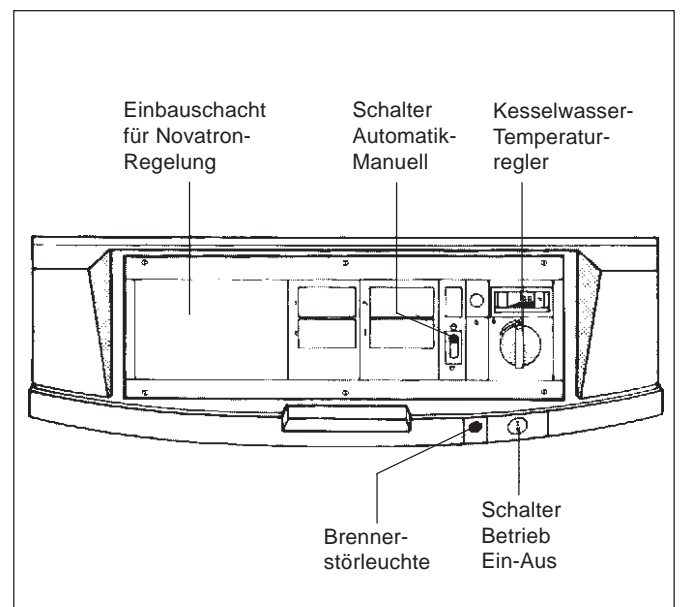

Abb. 17: Regelgerät
- Bei Novatron-Regelung Schalter Automatik-Manuell (Abb. 17) in Stellung Automatik (Uhrensymbol) stellen, ohne Novatron-Regelung in Stellung Manuell (Handsymbol).
- Kesselwasser-Temperaturregler (Abb. 17) auf die gewünschte Temperatur einstellen. Der untere Anschlag entspricht 50 °C, der obere 75 °C = Automatik (Uhrensymbol). Die Sperre bei 75 °C kann durch Ziehen des Reglerknopfes (ca. 2mm) überwunden werden - Regelbereich dann bis 90 °C.
- Schalter Betriebs in (Abb. 17) Stellung I (Ein) stellen.
Bei Störung leuchtet zusätzlich die Brennerstörleuchte (Abb. 17).